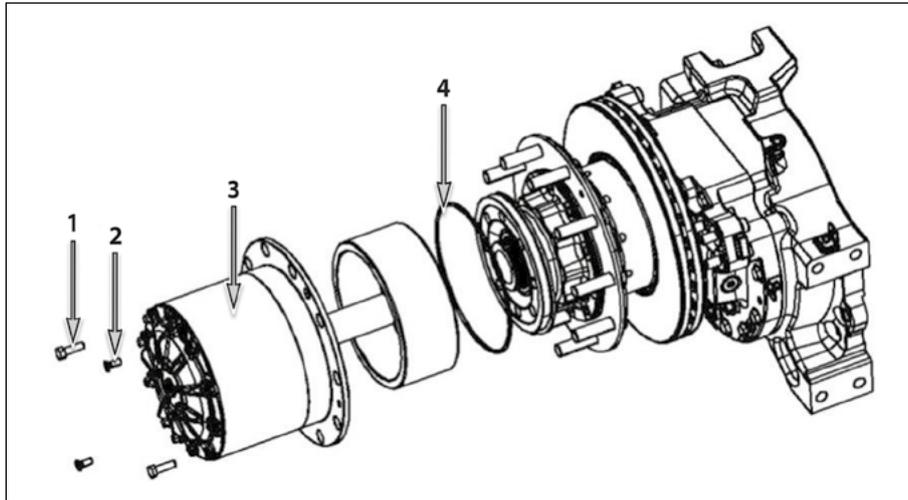

Figura 5-1-17
1. Conforme mostrado na *Figura 5-1-17*, remova os dois parafusos de cabeça escareada com soquete lobular hexagonal M10x1,5x25 [2] (torque de aperto para a montagem: 45 N.m).